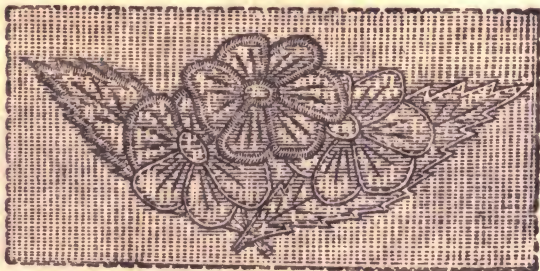

Рис. 25.
6. Дополнительные внутренние линии, например точные жилки листочка, прошиваются стебельчатым швом, что достигается передвижением пялец на шаг вперед и на полшага назад, все время продвигаясь вдоль по линии (рис. 25).